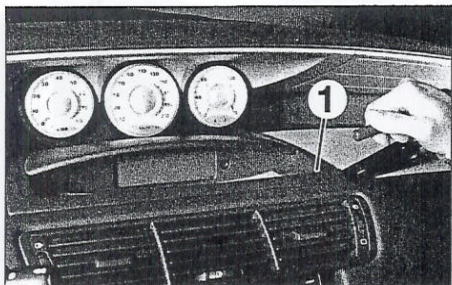

FIGURA 9-16
- Desengrapar el indicador central (1) (figura 9-16).